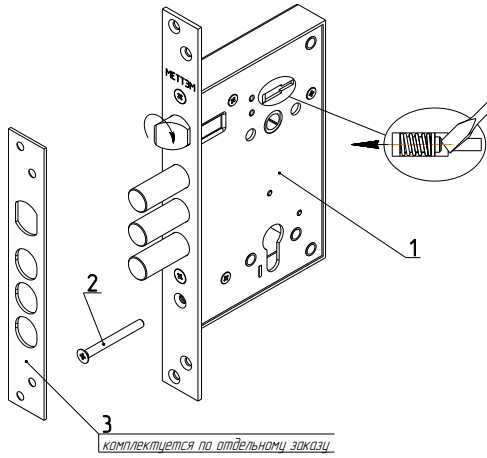

Рис.1
Комплектность замка приведена в таблице и показана на рис. 1.
4.2. Установить, при необходимости, защелку в соответствующее положение для правой или левой двери путем ее выдвигения из корпуса отверткой через паз в крышке замка и разворота на 180° вокруг своей оси (см. рис.1). **При перевороте защелки лицевую планку снять, отвернув винты крепления.**